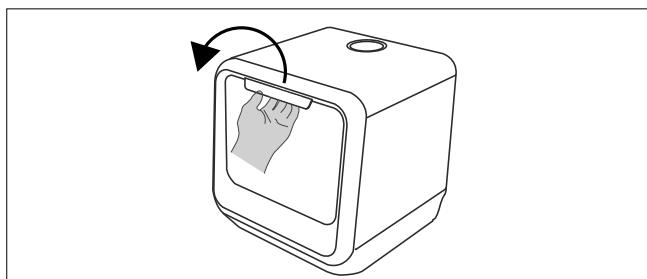

Fig. 12 – Ouverture de la porte
- ▶ Saisissez la poignée encastrée (1) et ouvrez la porte en la tirant vers vous. Ouvrez complètement la porte (voir **Fig. 12**).